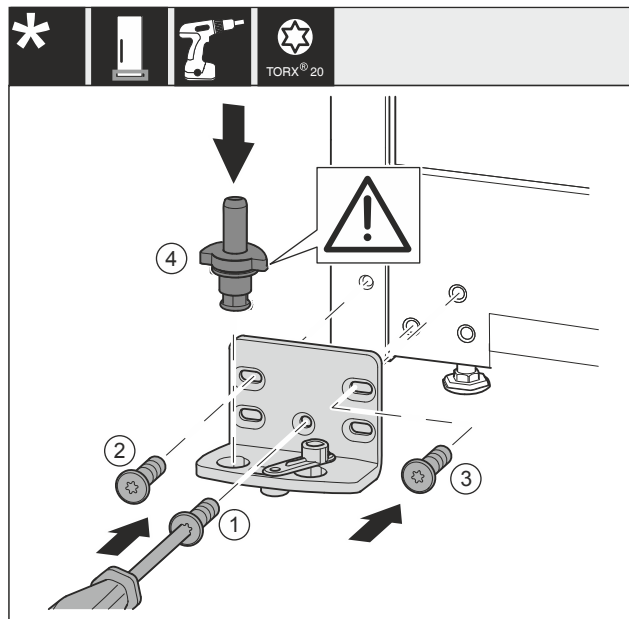

Fig. 37 *
- Lagerbok aan de andere zijde plaatsen en met behulp van een schroevendraaier er in schroeven. Met de Fig. 37 (1) onder in het midden beginnen.*
- Schroef Fig. 37 (2) en Fig. 37 (3) vastschroeven.*
- Lagerbouten Fig. 37 (4) volledig insteken. Let hierbij op dat het vergrendelingslipje naar achteren wijst.*